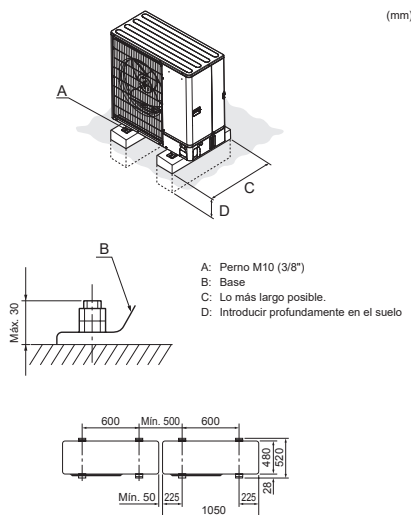

Fig. 4-1
- Instale la unidad sobre una estructura rígida para evitar un ruido o una vibración excesivos durante el funcionamiento. (Fig. 4-1)